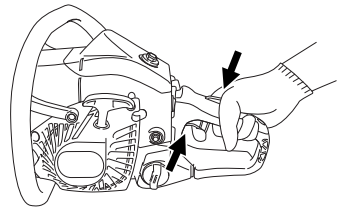
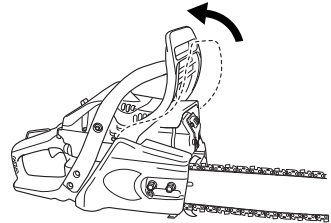

Fig. 14
Fig. 15
6. Luego de arrancar el motor, tire por completo una vez de la palanca del acelerador y suéltela de inmediato. (Fig. 14) Luego, la aceleración media estará desenganchada. Asegúrese de que el freno de la cadena esté desenganchado. (Fig. 15) Espere a que el motor se caliente durante aproximadamente 2-3 minutos antes de someterlo a cualquier carga. No haga funcionar el motor a altas velocidades sin carga, ya que se reducirá la vida útil de éste.